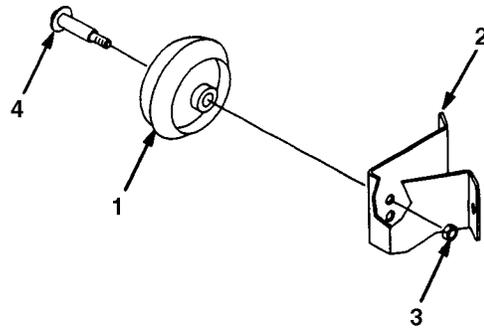

Figure 6
- Utiliser le trou supérieur pour hauteur de coupe la plus basse et le trou inférieur pour des hauteurs hauteur de coupe plus élevée (Fig. 6).